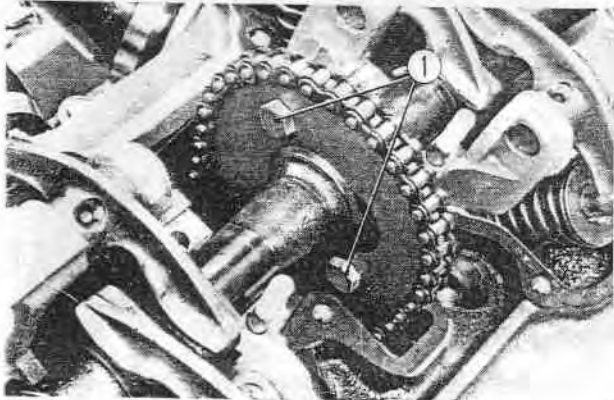

Fig. 3-42 ① Boulons de fixation du pignon d'arbre à cames
d. A ce stade, le pignon peut être monté sur l'arbre à cames au moyen des deux boulons de fixation. (Fig. 3-42)